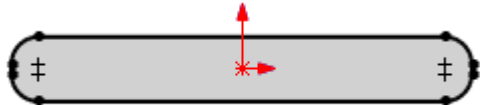

图 10-159 绘制定位草图
⑨绘制成形工具定位草图。单击成形工具，以图 10-158 所示的表面作为基准面，单击“草图”工具栏中的“草图绘制”按钮，然后单击“草图”工具栏中的“转换实体引用”按钮，将选择表面转换成图素。然后，单击“草图”工具栏中的“中心线”按钮，绘制两条互相垂直的中心线，中心线交点与圆心重合，如图 10-159 所示，单击“退出草图”按钮。